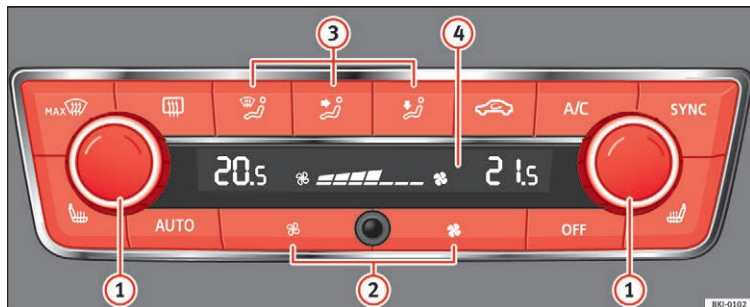

Fig. 172 Betjeningselementer til Climatronic
- Indstil blæseren på trin nul »» Fig. 172 ②, eller tryk på knappen **OFF**.
- Tryk på knappen **AUTO** »» Fig. 172.
- Når du har tilsluttet tændingen, kan du indstille den ønskede kabinetemperatur med drejeregulatoren **1** » » **Fig. 172**.
- Tryk på knappen **MAX** » » » **Fig. 172**.